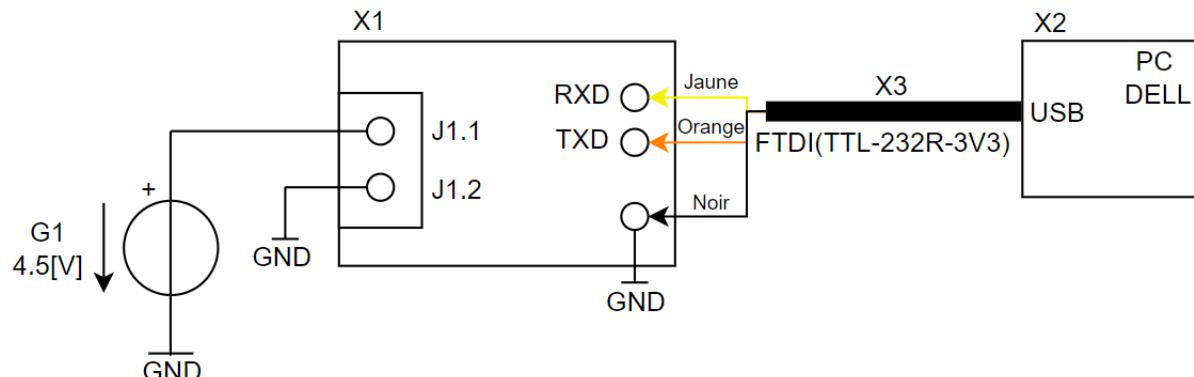

Figure 2 Schéma pour programmer l'ESP32
1. Brancher la carte selon le schéma de la figure 2